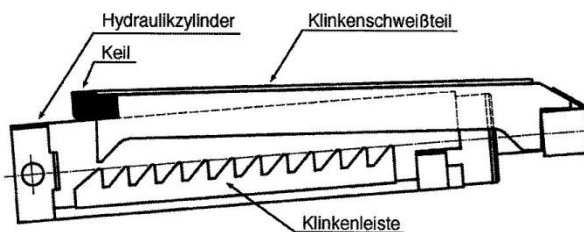

Bild 5: Keil in dieser Position entnehmen.
- Der Gegenstand zwischen den Zylindern und Klinken ist zu entnehmen. (Bild 5)